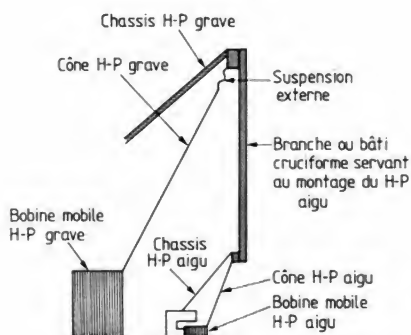
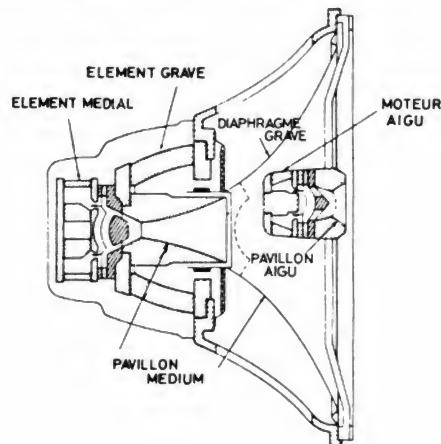

Fig. 41. — Principe de réalisation d'un haut-parleur coaxial à moteurs indépendants.
Fig. 42. — Vue en coupe du haut-parleur triaxial de Jensen à trois moteurs indépendants.
- soit deux moteurs électrodynamiques indépendants, l'un spécialisé dans le grave, l'autre dans l'aigu, dans un dispositif coaxial (fig. 41) ; voire même trois moteurs comme indiqué par la figure 42 ;